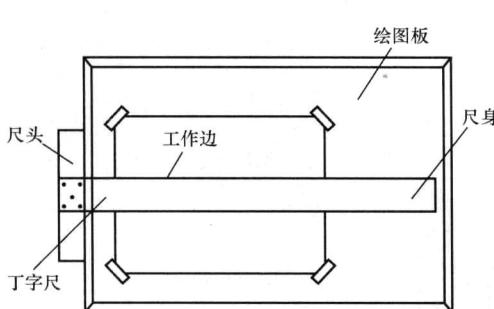

图 1-1-1 绘图板与丁字尺
(1) 图板。图板的规格有三种，分别是0号(900×1200)、1号(600×900)和2号(420×600)。图板的作用是用来固定图纸。它的两面由胶合板组成，四周边框镶有硬质木条。图板的板面要光滑平整，侧边要平直(图1-1-1)。平时应注意爱护图板，防止其受潮或水浸、暴晒和烘烤，更不能用刀具或硬质物体在图板上任意刻划。